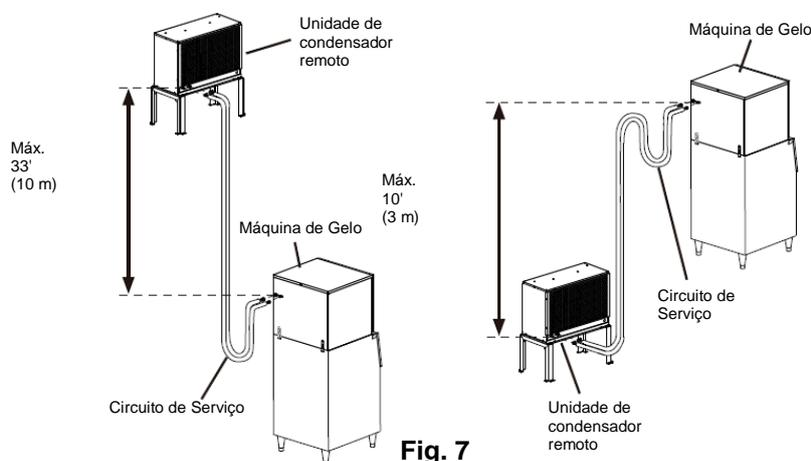

Fig. 7
- A distância vertical máxima entre a unidade de condensador remoto e a máquina de gelo é 33' (10 m) acima ou 10' (3 m) abaixo da máquina de gelo. Essas distâncias são medidas de conexão a conexão. Consulte a Fig. 7.